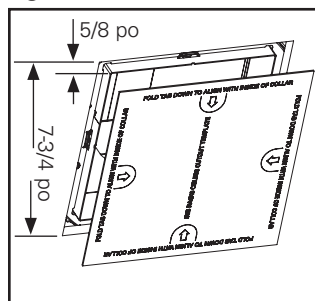

Figure 3.
2. En utilisant le gabarit fourni, coupez autour du collier afin d'obtenir un espace de 5/8 po entre l'écrou et le plafond – 7-3/4 po au total pour le RA6X6 (Figure 3.); 6-1/2 po au total pour le RA4X4 (Figure 4). Si besoin, baissez le collier en desserrant les vis à ailettes de blocage, puis serrez les vis avec vos mains afin de fixer le collier dans la bonne position.